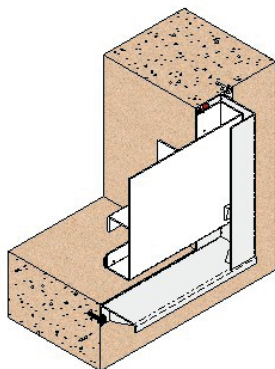
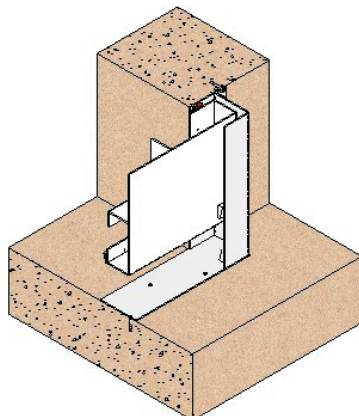

Fig. 16
Fig. 17
- Montagem na parede: Outra forma de montar estas comportas é apoiada na parede e fixada através de ancoragens de expansão ou químicas (fig. 16), também existem outras opções de montagem (figs. 17 e 18).
Para montar a comporta através de ancoragens de expansão ou químicas (fig. 16) efectuar os seguintes passos:
Este procedimento também serve para as comportas de revestimento de fundo plano (fig. 17).